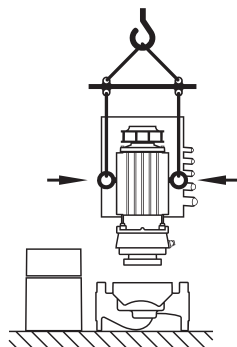

Fig. 9: Transport motorja
- Če je potrebno, npr. v primeru popravila, je mogoče transportna ušesca prestaviti iz prirobnice motorja na ohišje motorja (glejte npr. Fig. 9). Pred vgradnjo transportnih ušesc na ohišju motorja izvijte distančnik iz odprtini za transportna ušesca (Fig. 7, poz. 20b) (glejte poglavje 10.2.1 »Zamenjava drsnega tesnila« na strani 48).
- Če bodo oz. so transportna ušesca premaknjena iz prirobnice motorja in vgrajena na ohišje motorja, je odobreno samo nošenje oz. transport vtičnega kompleta (Fig. 9), ne pa transport celotne črpalke kot tudi ne ločenje vtičnega kompleta od ohišja črpalke.